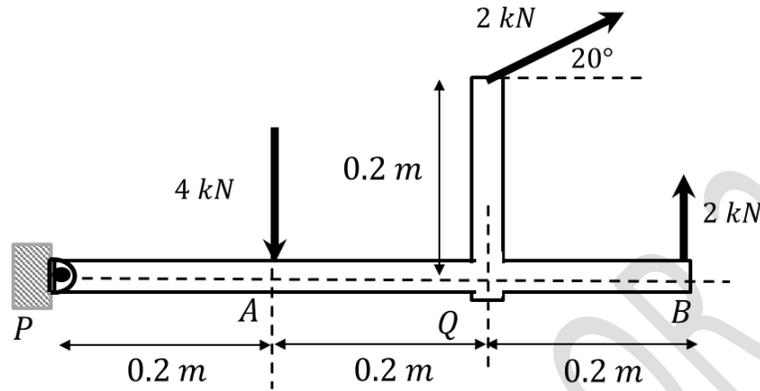

Fig. 3.18.
3.16.- Tres fuerzas actúan sobre una tubería que se muestra en la Fig. 3.18. En base a este esquema: